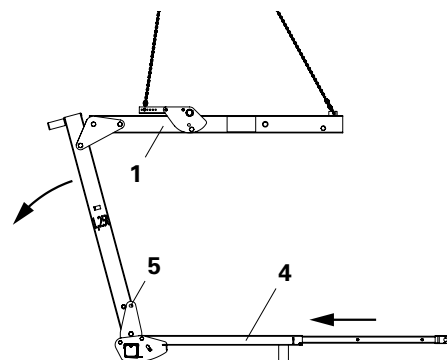
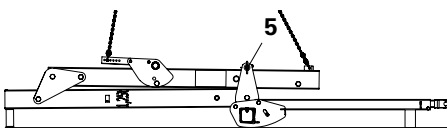

Fig. 1
Fig. 2
1. Far rientrare i bracci forca (4) e spingere per avvicinarli. (Fig. 1 + 5 - 8)
2. Togliere l'inserto (5).
3. Ripiegare il braccio di supporto (1) e fissarlo con l'inserto (5). (Fig. 2)